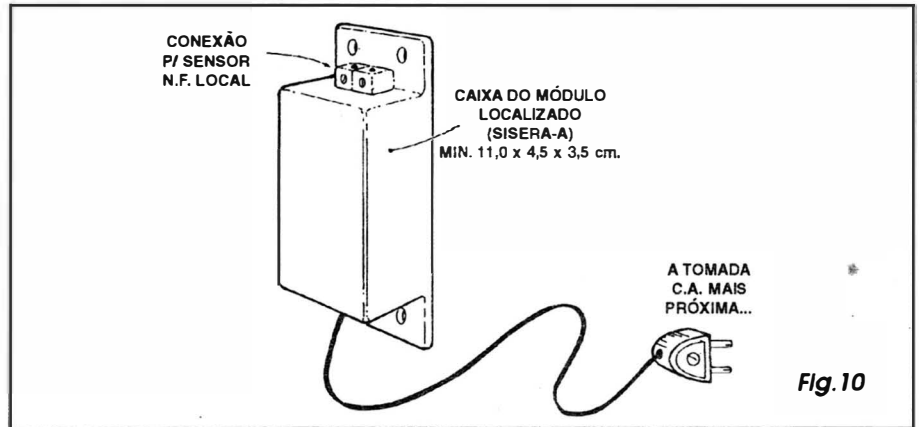

Fig.10
- FIG. 10 - SUGESTÃO DE ENCAIXAMENTO PARA O MÓDULO LOCALIZADO (A) - Sob muitas das possíveis condições de instalação, o módulo localizado (A) do **SISERA** deverá ficar *tempo*, requerendo - por motivos óbvios - um bom acondicionamento num *container* plástico bem vedado... Mesmo em instalações internas, relativamente protegidas, convém dotar o módulo de uma caixinha, para maior elegância e praticidade... A figura mostra uma sugestão (outras podem ser adotadas pelo montador...), utilizando um *container* plástico tipo padronizado (as medidas indicadas são as **mínimas**, podendo - sem problemas - variar *para maior*...), de preferência dotado de abas perfuradas para fixação por parafusos, apresentando apenas o cabo paralelo de saída para a rede C.A. (e que também trará a alimentação para o circuito...) e um par de *bornes* ou contatos para ligação do cabinho paralelo fino ao sensor N.F. acoplado... Quanto ao outro módulo (B), já foi explicado que a melhor localização será no interior da própria caixa da central de alarme existente ou a ser instalada em conjunto... Entretanto, se for também para ele requerida uma caixinha independente, muitos *containers* plásticos padronizados encontráveis no varejo de eletrônica, servirão para a função...